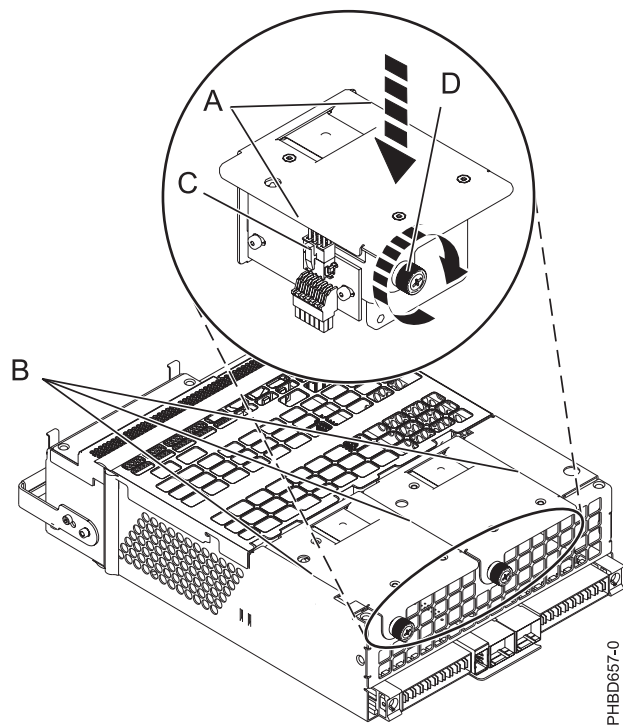

Figura 23. Sustitución de un ventilador
- b. Presione el ventilador (**A**) en el conector correspondiente del conjunto como se muestra en la Figura 23 en la página 24.
- c. Apriete el tornillo (**D**) como se muestra en la Figura 23 en la página 24.